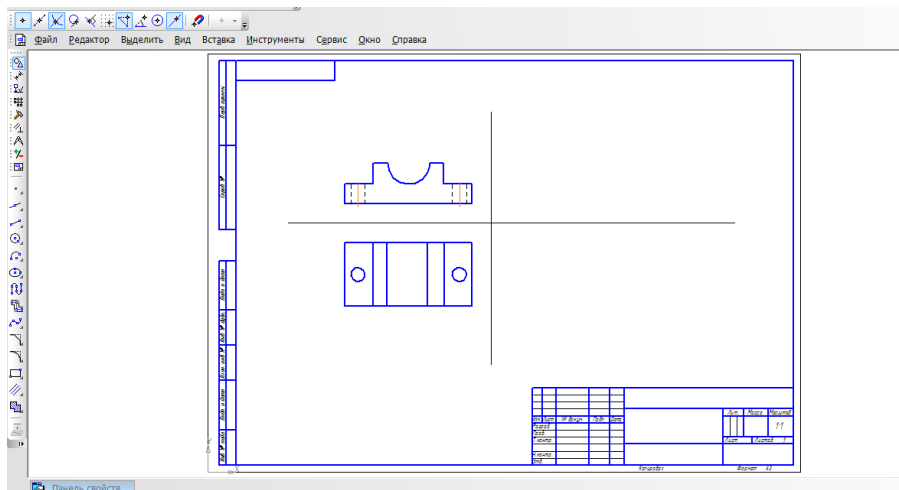

Рисунок 4 – Модель. Вид сверху
5. Располагаем вид сверху на горизонтальной плоскости проекции (рисунок 4);